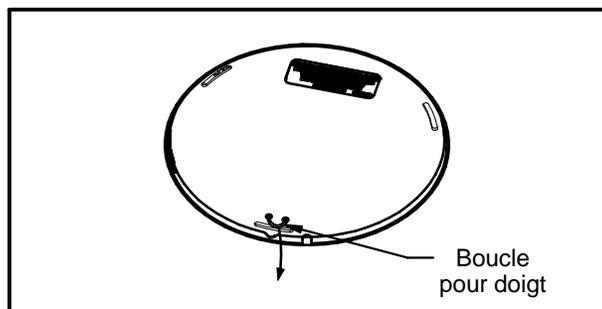

FIG. 3
- Une fois tous les travaux de pose et de finition du plafond terminés et avant de monter le réflecteur, retirez le couvercle protecteur transparent du moteur d'éclairage en tirant la boucle pour doigt vers le bas (voir **FIG. 3**). Il est conseillé de conserver ce couvercle pour protéger les DEL si la finition du plafond doit être refaite ultérieurement ; sinon, mettez-le au rebut (veuillez le recycler, il est en plastique polycarbonate).